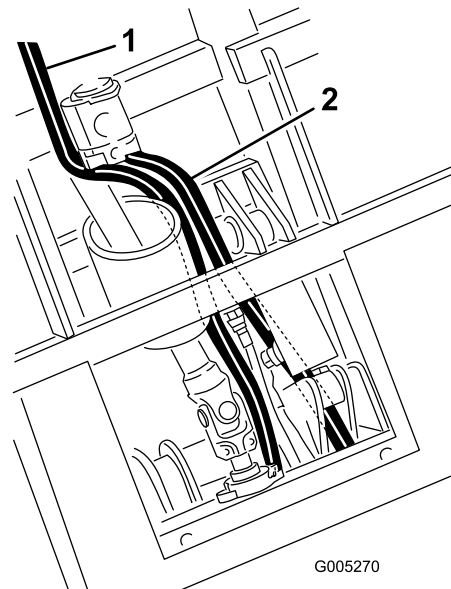

Figure 19
- A. Acheminez le flexible de réservoir sous le vérin de levage, entre les supports, jusqu'au distributeur (Figure 19).
- B. Acheminez le flexible de pression le long de l'arbre de PDF jusqu'au distributeur (Figure 19).